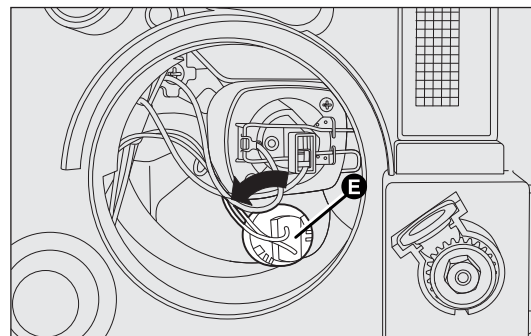

fig. 155
- ☐ gire hacia la izquierda el portalámpara E-fig. 155 y extraígalo;